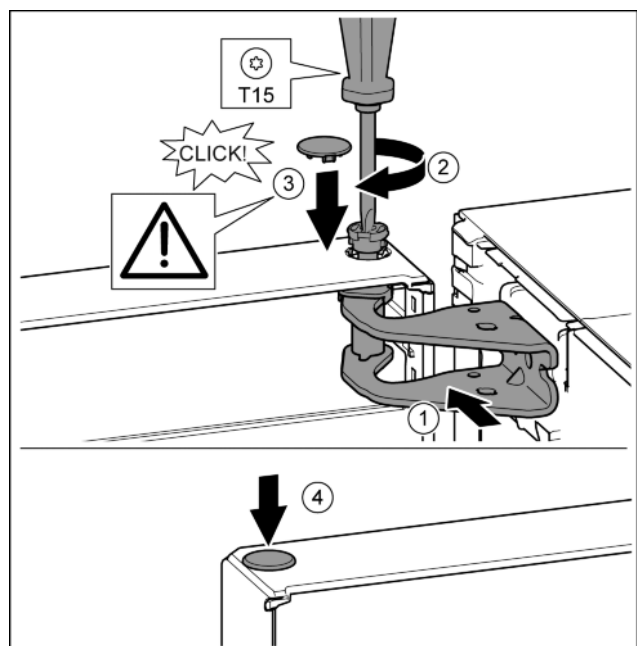

Fig. 19
- ▶ Deur boven uitlijnen op de opening in de lagerbus. Fig. 19 (1)
- ▶ Bouten aanbrengen en met schroevendraaier T15 vastschroeven. Fig. 19 (2)
- ▶ Veiligheidsafdekking voor de veiligheid van de deur monteren: Veiligheidsafdekking aanbrengen en controleren of deze op de deur rust. Anders bout volledig aanbrengen. Fig. 19 (3)
- ▶ Stop aanbrengen. Fig. 19 (4)